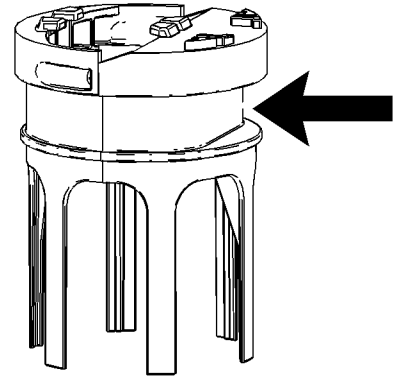

Ilustración 434
8. Apriete la abrazadera de fleje $4.5 \pm 0.7 \text{ N}\cdot\text{m}$ ($40 \pm 6 \text{ lb in}$) para asegurarse de que esté alineada, como se muestra en la ilustración 434, con el lugar liso de la base. Asegúrese de que el filtro no se apretuje cuando apriete la abrazadera de fleje.
10. Apriete los pernos (6) en una secuencia alternada a $5 \pm 1 \text{ N}\cdot\text{m}$ ($44 \pm 9 \text{ lb in}$). Apriete los pernos (6) una segunda vez en una secuencia alternada a $5 \pm 1 \text{ N}\cdot\text{m}$ ($44 \pm 9 \text{ lb in}$). Aplique lubricante para caucho al sello anular dentro de los conjuntos de manguera (1).